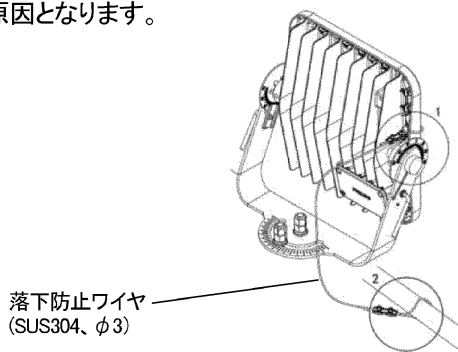

図1
- 1) 事前準備としてLEDユニットを台座に取り付ける前にLEDユニットに付属されている落下防止ワイヤの六角ナット(2×M5)を外し、ワイヤ片側を下記図1のようにLEDユニットへ取り付け、再度六角ナットを締め付けワイヤを固定してください。